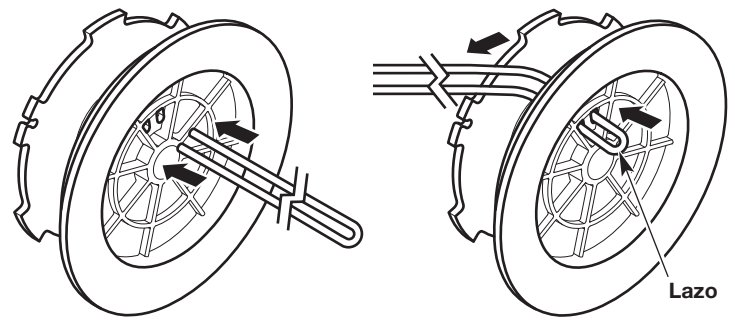

Fig. 29
2. Inserte los dos extremos del hilo a través de los dos orificios del carrete interior (Fig. 29). Tire del hilo a través del carrete interior de manera que el lazo sea lo más pequeño posible (Fig. 29). Asegúrese de que los extremos del hilo sean de igual longitud.